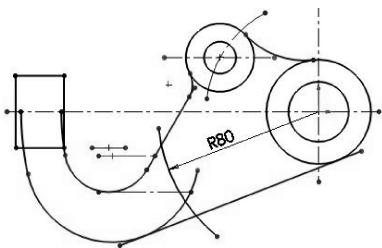

图 2-155 绘制半径为 80 的圆弧
- 23 使用【圆弧】工具，以基准线中心为圆弧中心，绘制半径为 80mm 的圆弧，如图 2-155 所示。